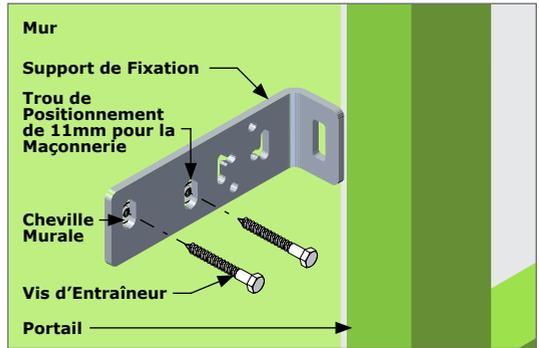

FIGURE 11. MUR - FIXATIONS
- Utilisez deux Vis d'Entraînement M8 et des Chevilles Murales pour monter le Support de Fixation sur un Mur. Deux Trous de Positionnement de 11mm pour la Maçonnerie ont été prévus. Voir la Figure 11.